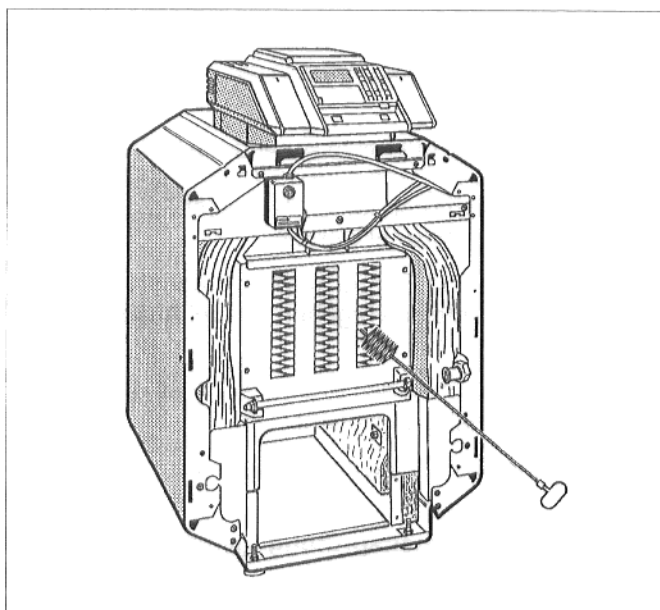

Abb. 40: Bürstenreinigung
- Heizgaszüge horizontal durchbürsten (Abb. 40).
- Bei starker Verkrustung Heizgaszüge horizontal, oben beginnend durchbürsten (Abb. 40).